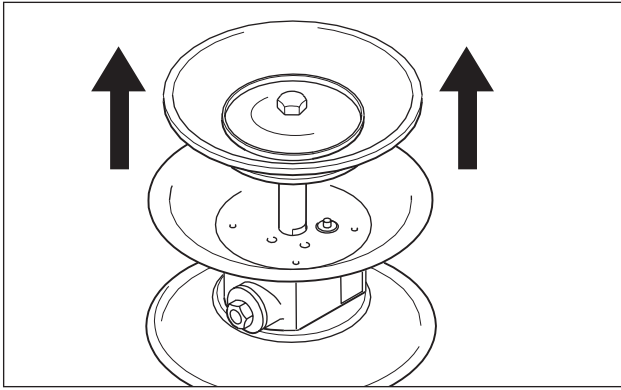

Fig. 11 Retirer la tige de piston.
- Retirer la tige de piston avec la deuxième membrane du bloc central et démonter la deuxième membrane comme décrit ci-avant (Fig. 11).